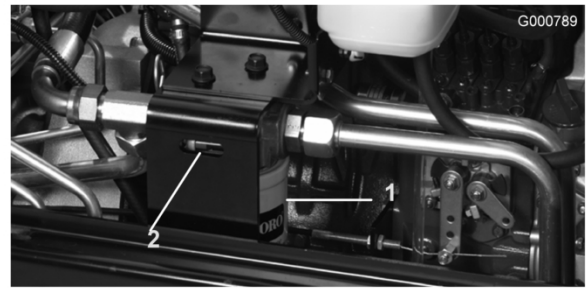

Figure 65
2. Nettoyez la zone autour de la surface de montage du filtre. Placez un bac de vidange sous le filtre et déposez le filtre (Figure 65).